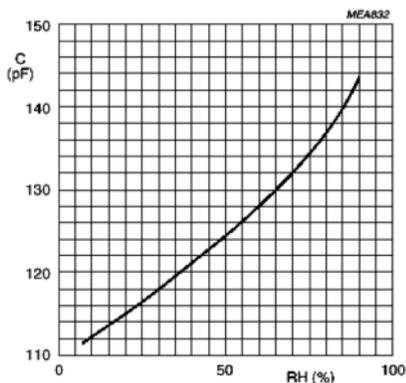

рис. 2
го пластикового корпуса. Изменения относительной влажности (RH) в окружающем воздухе влияют на изменение диэлектрика в полимерной пленке и приводят к изменению емкости датчика. Взаимосвязь между емкостью датчика и относительной влажностью (**рис.2**) довольно проста, что легко позволяет использовать датчик в электрических измерительных схемах.